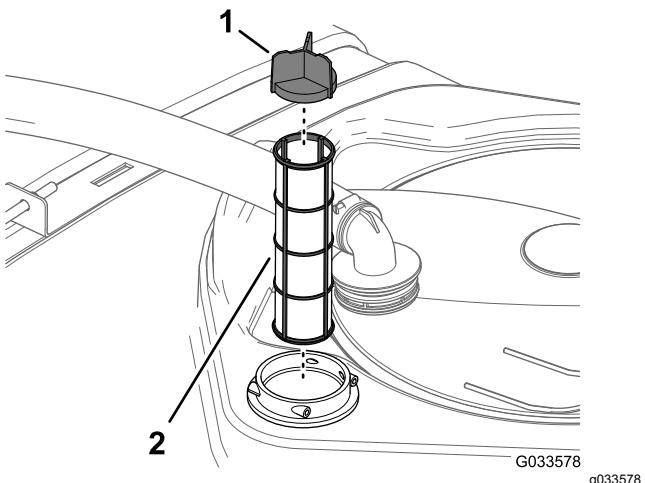

Figura 105
- Retire o filtro de sucção antigo da estrutura do filtro no depósito (Figura 105).